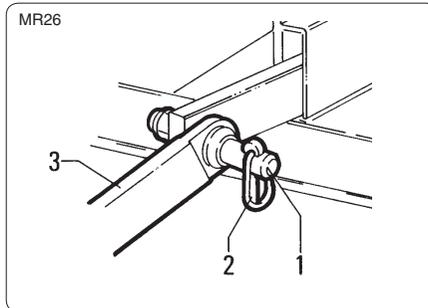

fig. 4.2.1
- *Reverse the tractor towards the mower, aligning the tractor lift links with the two side coupling pins "1" fig. 4.2.1.*
- Avvicinare in retromarcia il trattore al rasaerba, allineando i bracci del sollevatore del trattore ai due perni laterali di attacco "1" fig. 4.2.1.
- Fix them in place by means of the relative safety pins "2" fig. 4.2.1.
- Fissarli inserendo le relative copiglie di sicurezza "2" fig. 4.2.1.